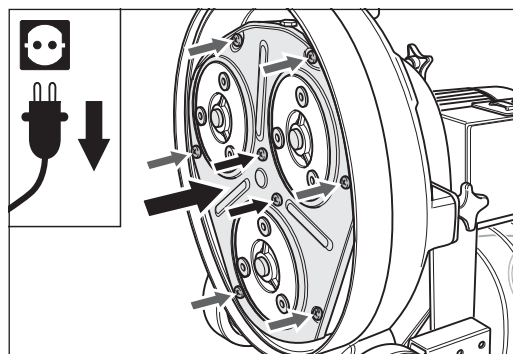

Abb. 110 Das Abdeckblech an die Schleifhaube ansetzen und mit allen acht Schrauben gleichmäßig festschrauben.
- 9 Setzen Sie das Abdeckblech an der Schleifhaube an. Der Dichtfilz am Abdeckblech muss sich gleichmäßig um die Tellerriemenscheiben anlegen. Montieren Sie zuerst die zwei inneren Schrauben und ziehen Sie diese **noch nicht** fest an (Abb. 110).